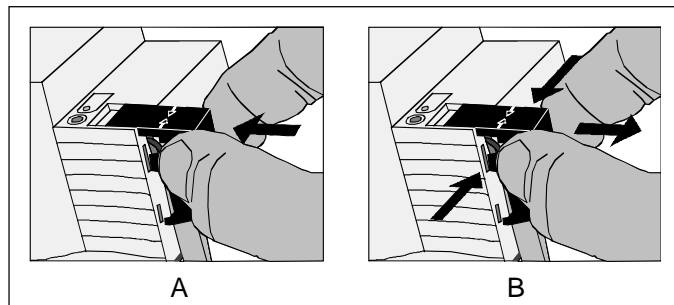

Fig. 4: Abdeckkappe anbringen / entfernen
- Abdeckkappe anbringen: Die Abdeckkappe wird über die Busklemme geschoben (vgl. Fig. 4.A), bis sie spürbar einrastet.
- Abdeckkappe entfernen: Die Abdeckkappe wird entfernt, indem sie seitlich leicht eingedrückt und nach vorne abgezogen wird (vgl. Fig. 4.B).